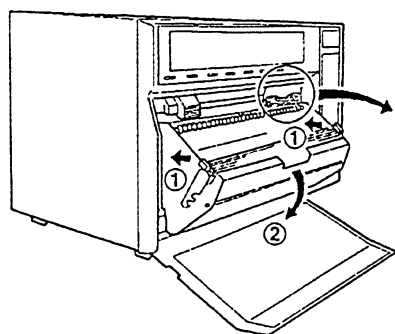
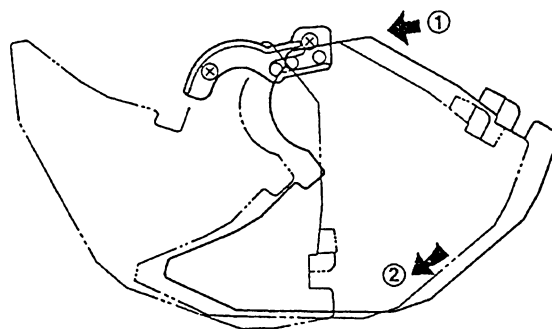

図6.1.7
図6.1.8
- (8) チャートカセットの突出部分を本体の支え溝に掛け、カセット全体を斜めに傾けたままカセットを本体側に溝の奥まで押し込みます (図6.1.7 ① および 図6.1.8 ①)。
- (9) チャートカセットの突出部分が、本体の支え溝に正しく奥まで装着されたのち、カセットをスイングするようにして本体側に押し、カチッと音がするように固定します (図6.1.7 ② および 図6.1.8 ②)。
- (10) 電源を ON 状態にし、本体正面パネル左側の FEED ボタンを押し、記録紙を 3 折れ分以上受け部に送り、正常に送られているか確認してください。なお、記録紙を手動で空送りした場合も FEED ボタンを押し動作を確認してください。